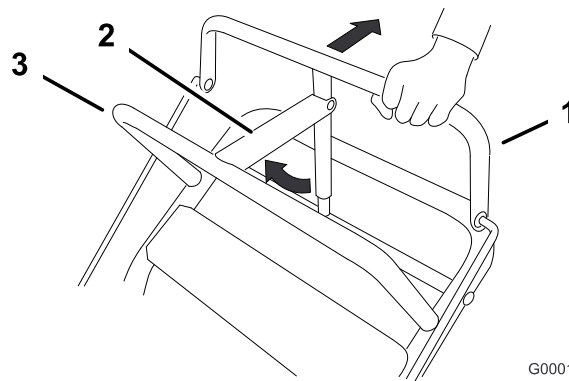

Рисунок 7
1. Потяните верхнюю штангу управления (Рисунок 7) назад и удерживайте ее в этом положении.
2. Поднимите рычаг стояночного тормоза (Рисунок 7) вверх и плавно отпустите верхнюю штангу управления. Рычаг стояночного тормоза должен остаться во включенном (заблокированном) положении.